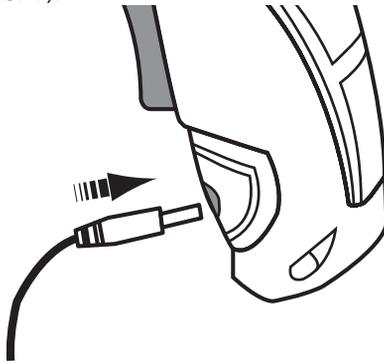

Abb. 1
1. Stellen Sie sicher, dass die Netzspannung mit der auf dem Ladeadapter (16) angegebenen Spannung übereinstimmt.
2. Stecken Sie den Ladeklinke (14) in die Ladebuchse (10) am Handgriff des Elektrowerkzeugs (Abb. 1).